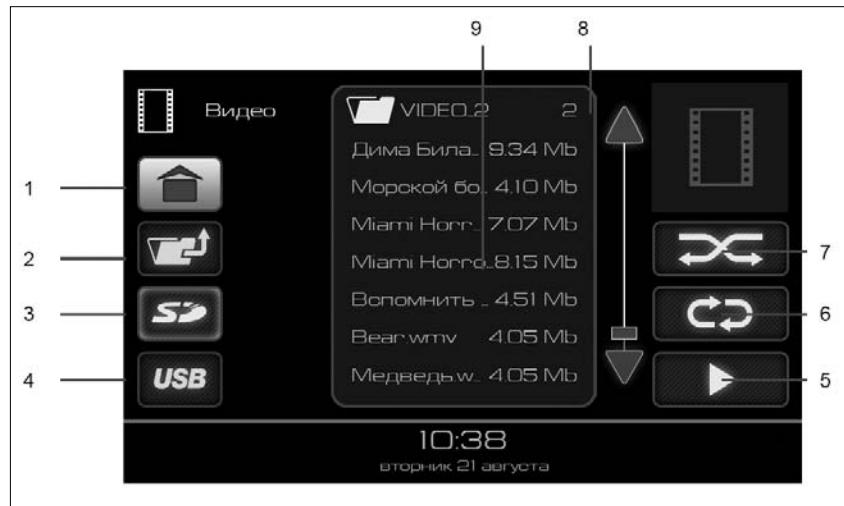
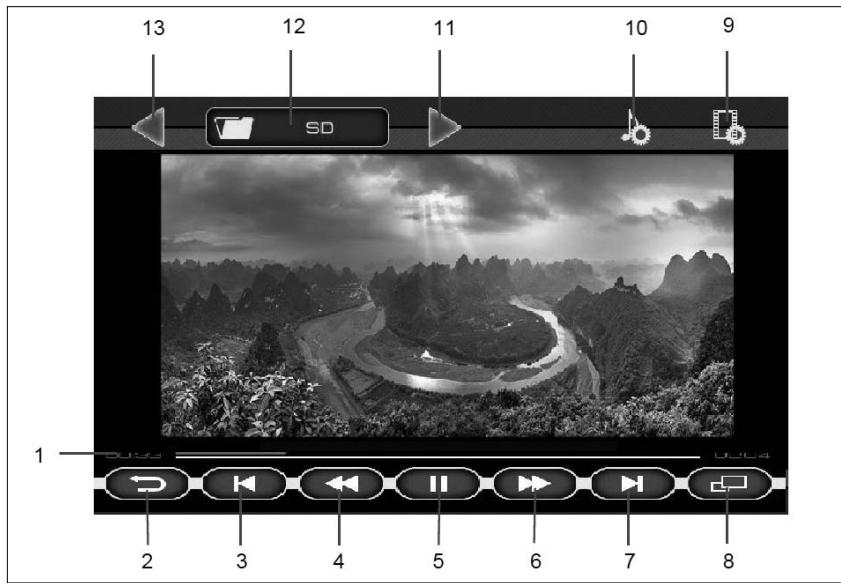

Рис. 6. Окно режима «ВИДЕО»
Рис. 7. Окно проигрывания видеофайлов
Доступные для воспроизведения видеофайлы и папки отображаются в списке (9), рис. 7. Двойное нажатие на изображение папки  отобразит список видеофайлов в этой папке. Для выхода из папки нужно нажать кнопку 2 (рис. 6).
режима повторного воспроизведения выбранного файла (кнопка 6, рис. 6);
- либо нажатие на кнопку воспроизведения файлов (кнопка 6, рис. 6) позволяет воспроизвести все видеофайлы, находящиеся в списке (9) на рис. 6;
– либо выбор папки одиночным нажатием на изображение папки  в списке (9) рис. 6, а затем нажатие кнопки воспроизведения файлов (кнопка 5, рис. 6) позволяет воспроизвести все видеофайлы, находящиеся в выбранной папке и ее подпапках.
Для включения полноэкранного режима воспроизведения нажать кнопку **8** (рис. 7) или на изображение.
Если при воспроизведении видеофайла нажать на кнопку **II (5)** (рис. 7), а затем нажать на кнопку возврата (кнопка **2**, рис. 7), то произойдет переход в главное меню и в кнопке «**Видео**» (рис. 2) появляется индикатор паузы. Этот режим позволяет вернуться к воспроизведению видеофайла с того места, где была поставлена пауза.